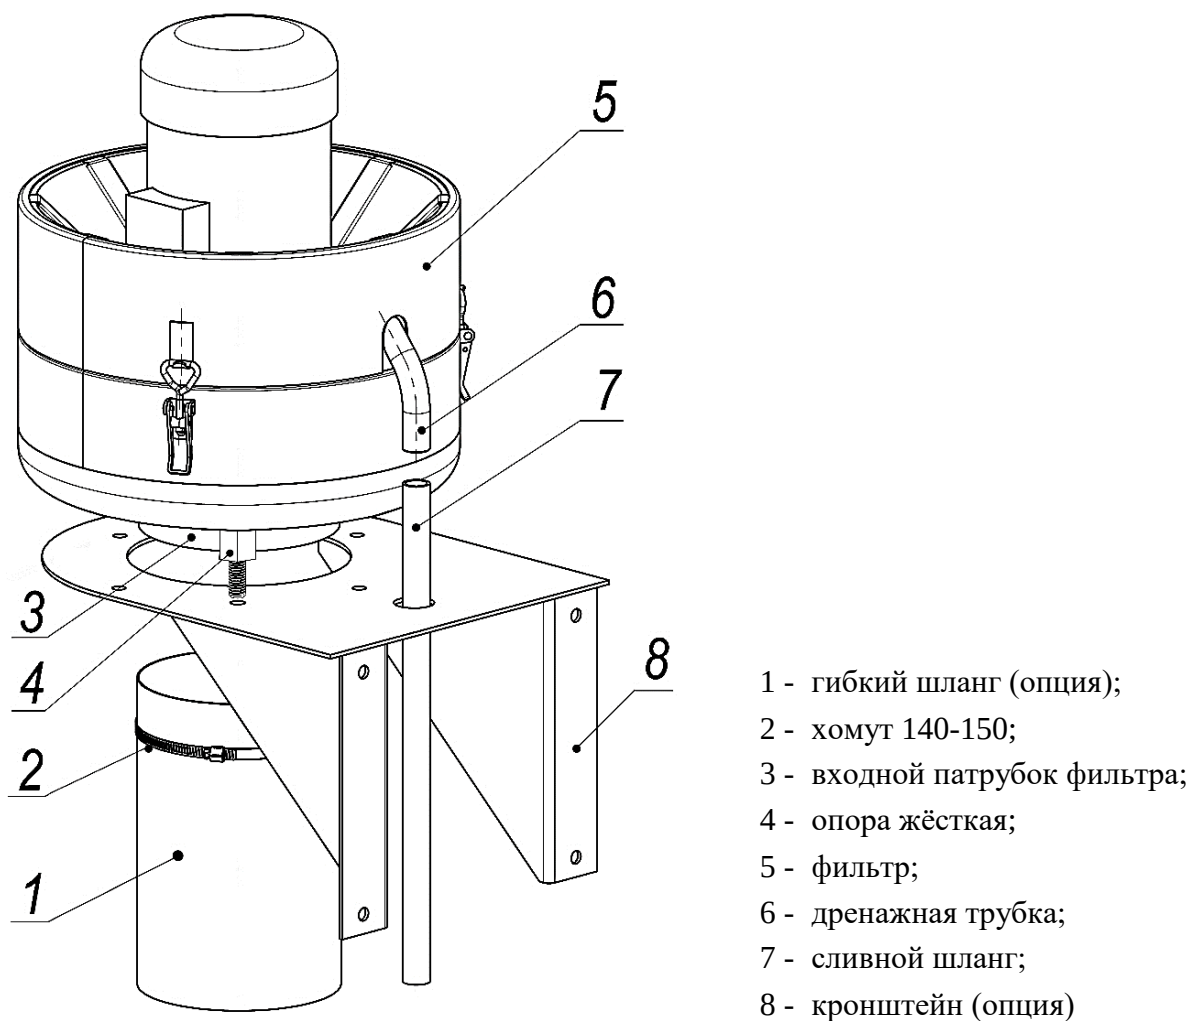

**Рисунок 2** — Пример установки фильтра с применением кронштейна
5.1.6 Для крепления фильтра на поверхности технологического оборудования применяются жёсткие опоры (рисунок 2, поз. 4), входящие в монтажный комплект. Опоры устанавливаются в резьбовые отверстия на корпусе фильтра и обеспечивают устойчивое вертикальное положение изделия, а также необходимый зазор между корпусом фильтра и монтажной поверхностью.